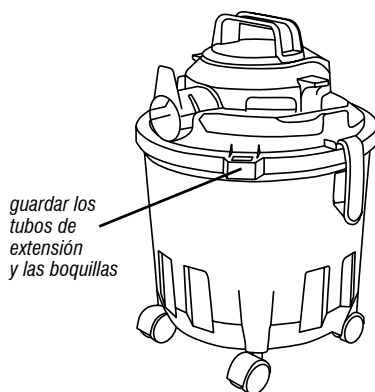

Fig. 10 – Espacio para guardar accesorios
- El aspirador dispone de un espacio para guardar los tubos de extensión y las boquillas (fig. 10).